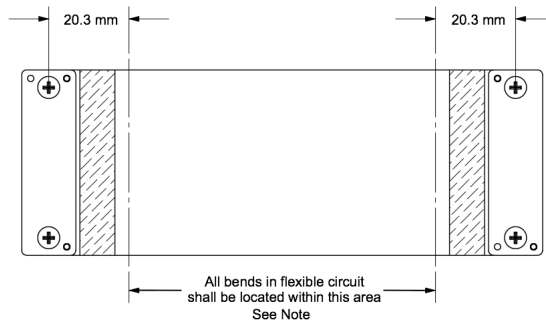

图 5-7. 柔性电缆图
- 将电缆弯曲至图 5-7 中标识的区域（即距离连接器板中心 20.3mm 的区域内）之外。